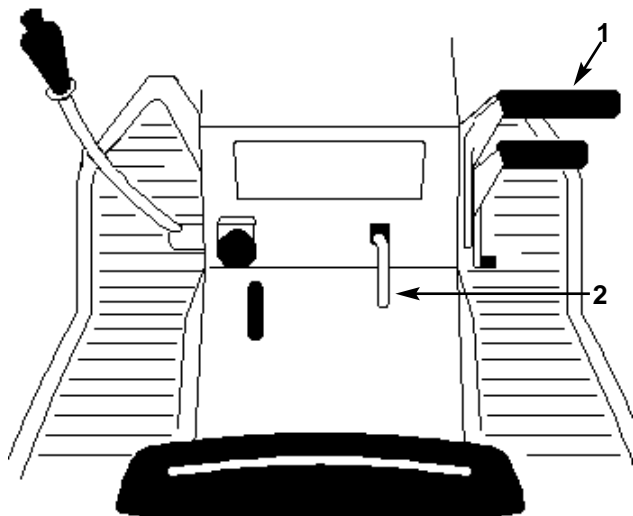

Figure 3
1. Appuyer sur la pédale d'embrayage/frein (Fig. 3) et la garder enfoncée.
2. Tirer sur le levier du frein de stationnement (Fig. 3) tout en relâchant peu à peu la pédale d'embrayage/ frein. Celle-ci devrait rester enfoncée (bloquée).
1. Appuyer sur la pédale d'embrayage/frein (Fig. 3). Le levier du frein de stationnement devrait se débloquer.